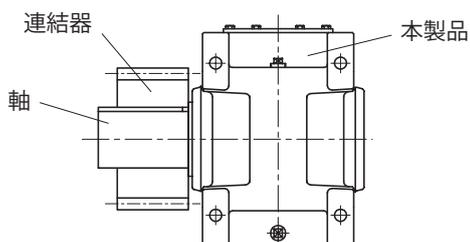
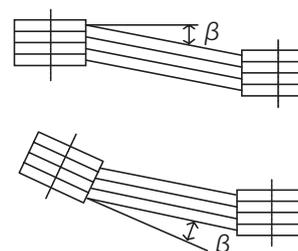

図 5-3
図 5-4
(2) チェーン、スプロケット、ギヤを使用する場合
- ・スプロケットやギヤは荷重の作用点が軸中央より本製品側へくるようにしてください。(図 5-3)
(3) V ベルトを使用する場合
- ・両プーリ間の平行度、偏心度 β は $20'$ (20 分) 以内としてください。(図 5-4 参照)